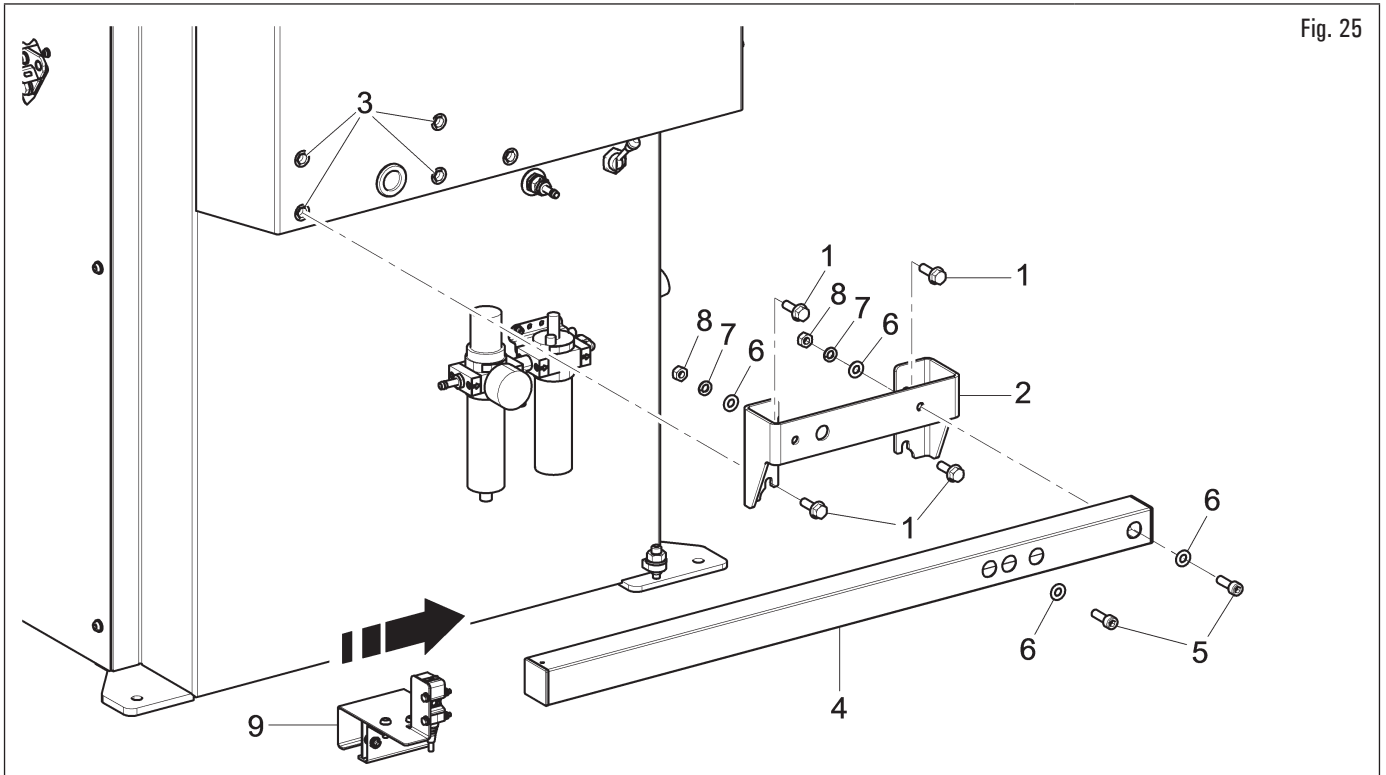

Fig. 25
1. Introducir los 4 tornillos (Fig. 25 ref. 1) en el soporte del calibre (Fig. 25 ref. 2) y atornillarlos a los remaches roscados (Fig. 25 ref. 3) situados en el marco del equipo. Bloquear el brazo del Run-out (Fig. 25 ref. 4) a la brida (Fig. 25 ref. 2) utilizando los 2 tornillos apropiados (Fig. 25 ref. 5) y las arandelas (Fig. 25 ref. 6). Bloquear los tornillos (Fig. 25 ref. 5) con las tuercas (Fig. 25 ref. 8) y las arandelas (Fig. 25 ref. 6 y 7);
2. montar el Run-out (Fig. 25 ref. 9) como se muestra en Fig. 25;